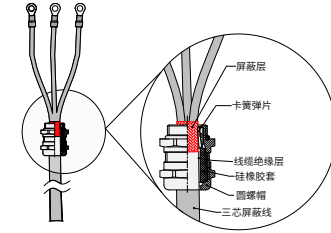

图 19 屏蔽层与屏蔽防水堵头搭接示意图
- 2) 为保证屏蔽层导电的连续性, 屏蔽层务必和驱动器高压输入屏蔽防水堵头进行 360° 全搭接, 具体搭接方式请参考图 19, 双芯屏蔽线搭接方式与三芯屏蔽线搭接方式相同。
- 2) 为保证屏蔽层导电的连续性, 屏蔽层务必和驱动器的 UVW 输出屏蔽防水堵头进行 360° 全搭接, 搭接方式参考图 19。